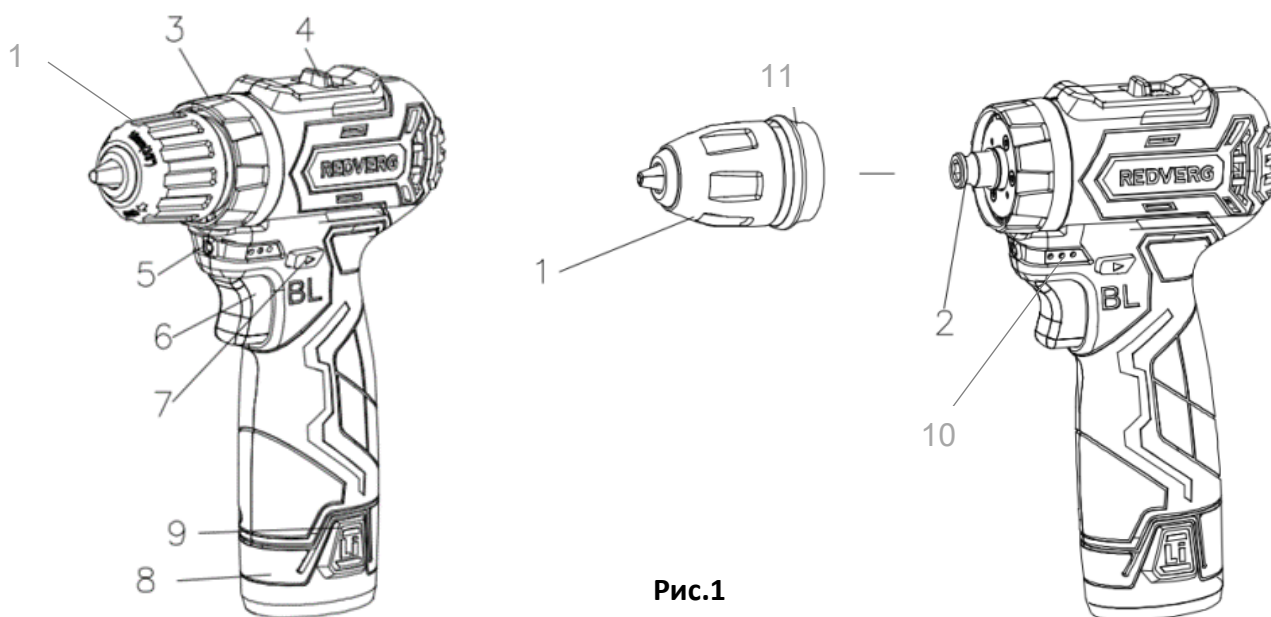

Рис.1
Перед любыми работами с электроинструментом (например, техническое обслуживание, замена инструмента и т.д.), а также во время транспортировки и хранения установите переключатель направления вращения (7) (РЕВЕРС) Рис.1 в центральное положение. Непреднамеренное включение/выключение выключателя может привести к травмам.
Переключатель направления вращения (7) Рис.1 используется для изменения направления вращения насадки инструмента на обратное. Однако это невозможно при включенном выключателе (6).